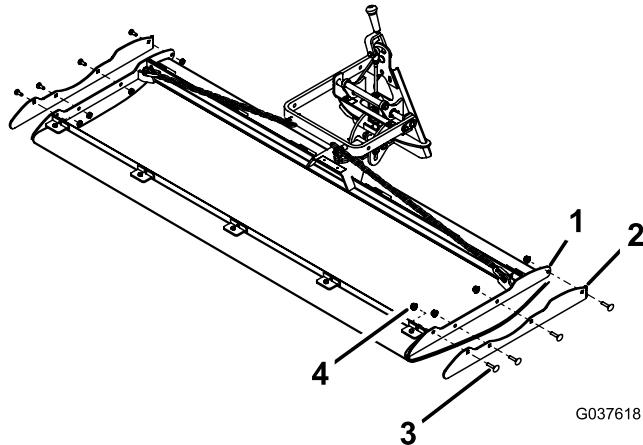

Bild 8
5. Wenn Sie den Schleppmattenträger auf dem Grün eines Golfplatzes verwenden, nehmen Sie die Kufe ab, die sich an jeder Seite des Trägerrahmens befindet (Bild 8).